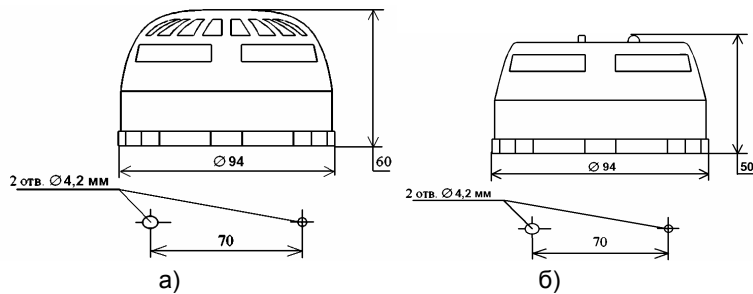

Рисунок 1. Габаритные и установочные размеры извещателей:
2.9 Габаритные и установочные размеры извещателя приведены на рис.1.